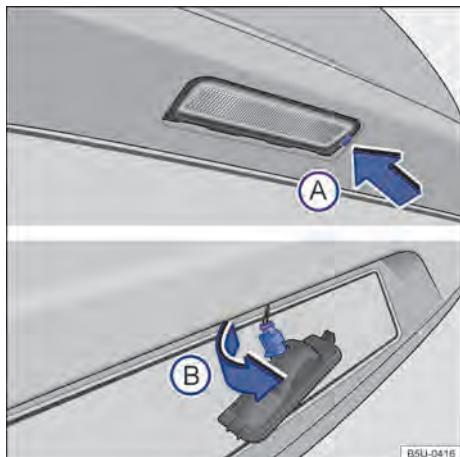

Fig. 163 No para-choque traseiro: remover a lanterna da placa de licença e o soquete da lâmpada.
- ① Observar a lista de controle e executar as ações → Página 194.
- ② Com o auxílio de uma chave de fenda, pressionar a trava → Fig. 163  para remover o conjunto.
- ③ Girar o soquete da lâmpada no sentido da seta , e desencaixá-lo do alojamento.
- ④ Puxar a lâmpada queimada do soquete para removê-la.
- ⑤ Substituir a lâmpada incandescente queimada por uma lâmpada incandescente nova do mesmo modelo.
- ⑥ Inserir a nova lâmpada no soquete cuidadosamente.
- ⑦ Posicionar o soquete no alojamento e girar no sentido contrário ao da seta .
- ⑧ Certificar-se de que o soquete está corretamente fixado no conjunto.
- ⑨ Posicionar o conjunto da lâmpada no alojamento do para-choque, encaixar primeiro o lado esquerdo e, em seguida o lado direito.
- ⑩ Pressionar a lanterna da placa de licença no para-choque até que encaixe de forma audível.
- ⑪ Certificar-se de que o conjunto da lanterna da placa de licença está corretamente fixada no alojamento.